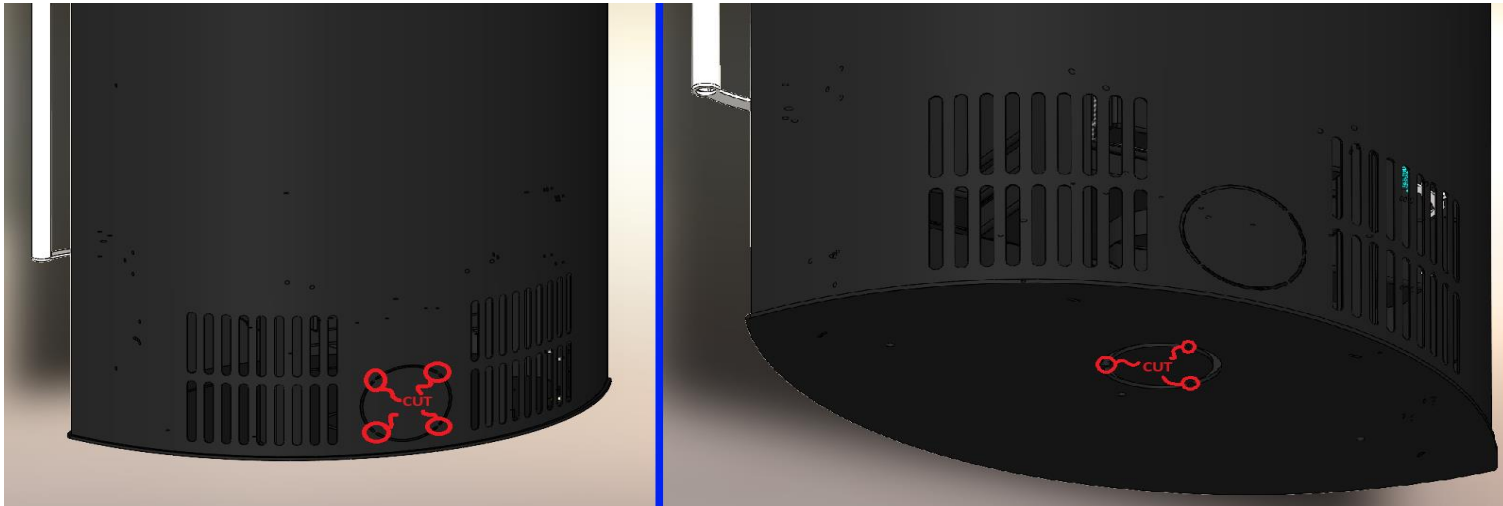

Abbildung 3 Schneiden von Mikrofugen für die Außenluftzufuhr an der Rückseite / am Boden
4. Abbildung 3 Schneiden der Mikrofugen für die Außenluftzufuhr an der Rückseite/am Boden	Seite 6
Der Kamin bietet die Möglichkeit, eine externe Luftzufuhr anzuschließen. Dafür wird ein flexibles Aluminiumrohr mit einem inneren Durchmesser von $\varnothing 150$ und eine entsprechende Schelle benötigt. Die externe Luftzufuhr wird empfohlen, wenn sich der Kamin unter ungünstigen Betriebsbedingungen befindet (Tabelle 3), sowie zur Steigerung der Effizienz (Für einen ordnungsgemäßen Betrieb des Kamins ist eine Luftzufuhr erforderlich. Wenn Raumluft verwendet wird, muss das Fenster häufiger geöffnet werden). Die Anschlussdarstellung an die externe Luftzufuhr ist in Abbildung 3 und 4 zu sehen. Der Anschluss kann durch den Boden des Raumes oder durch die Wand erfolgen.